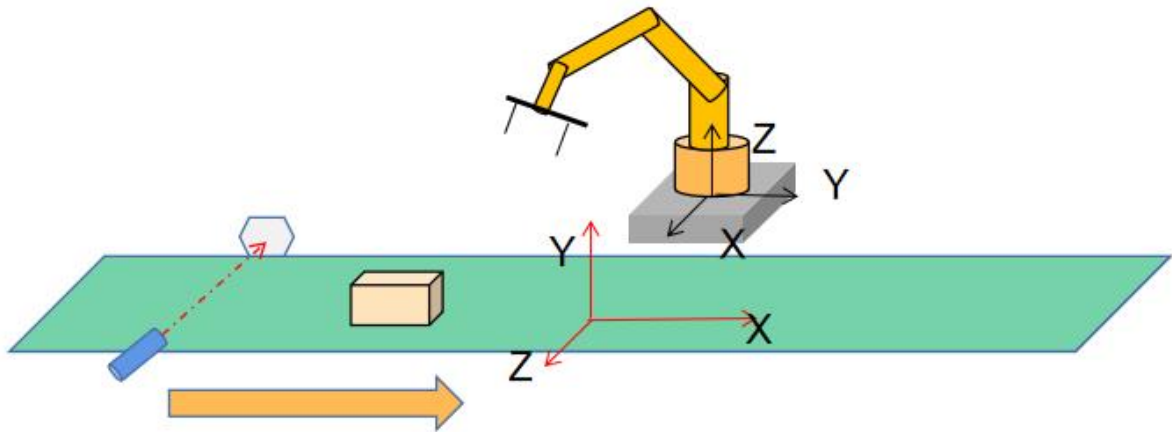
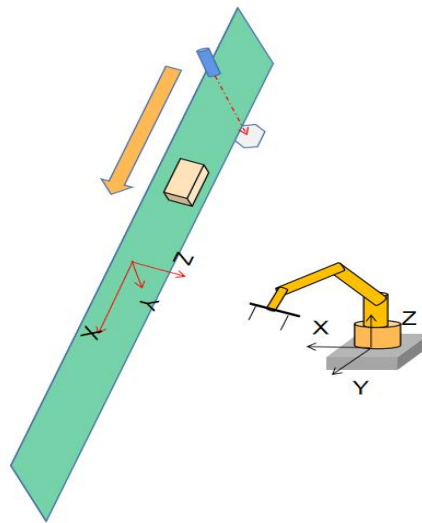

图 18-5 Y 方向垂直于传送带的标定
图 18-6 传送带侧装的标定
2). 当传送带正装但是标定时的 XY 不在传送带平面，如下图 18-5 中，Y 方向垂直与传送带平面向上，所以编程时，跟踪点位中需要示教的是 Y 方向的数据，通过改变 Y 方向的数据实现抓取上方的到抓取点的过程控制。
3) .当传送带安装采用的是侧装, 如图 18-6 中所示, 传送带平面与机器人基座平面垂直。此时, 进行编程时, 需要根据具体需求设置跟踪上方点。此时坐标系与图 18-5 中的坐标系与机器人位置关系是相同的。区别在于传送带平面的方向。如果抓取上方点在传送带坐